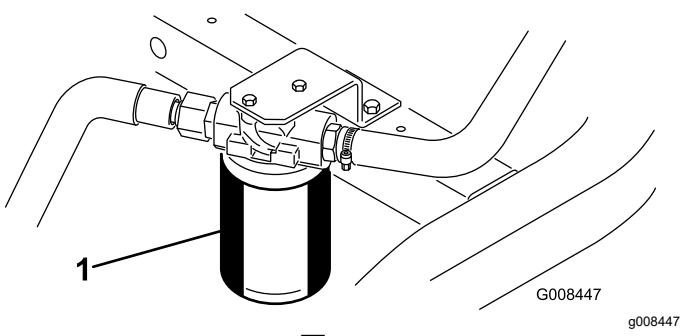

図 51
1. フィルタ容器の周辺をウェスできれいにぬぐう図51。フィルタの下に廃油受けを置いてフィルタを外す。